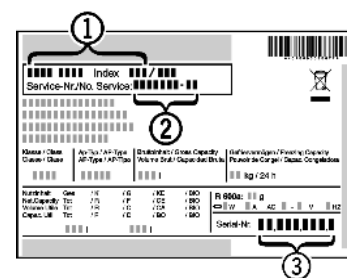

Fig. 57
- ▶ Считать обозначение устройства Fig. 57 (1), сервисный номер Fig. 57 (2) и серийный номер Fig. 57 (3) с заводской таблички. Заводская табличка находится внутри устройства слева.